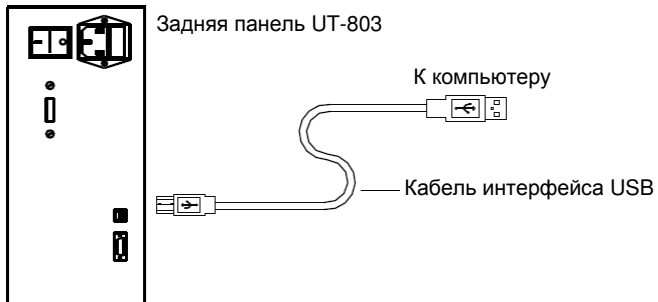

Рисунок 15
**А. Подключение мультиметра к компьютеру** (см. рисунок 15)